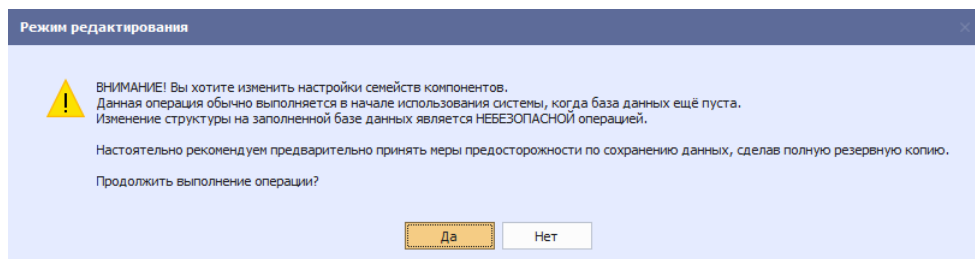

Рис. 23 Уведомление о необходимости создания резервной копии
3. Ознакомьтесь с информацией в отобразившемся окне и нажмите кнопку «Да» для перехода к редактированию, см. Рис. 23.